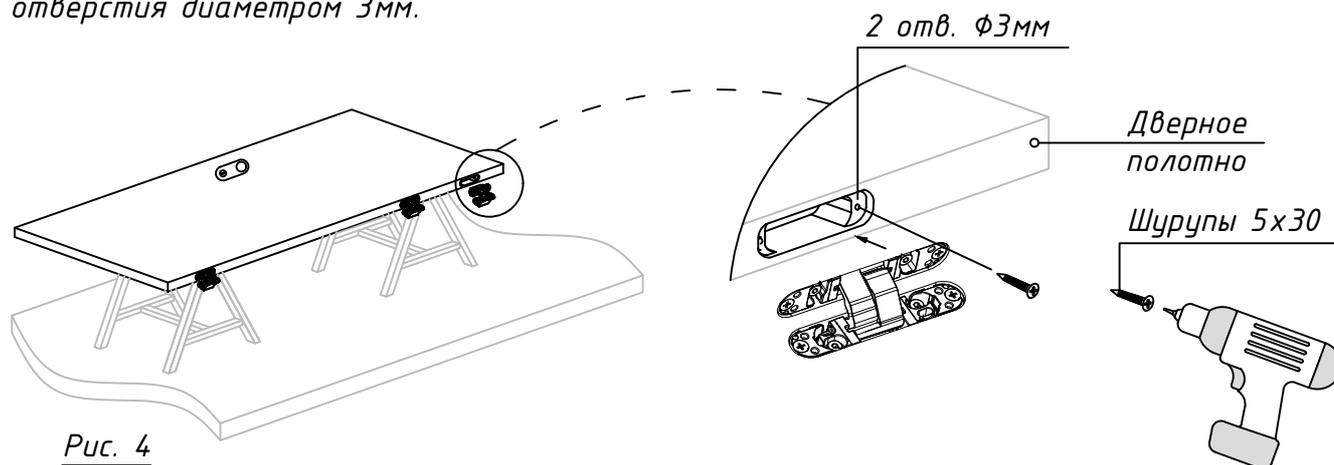

Рис. 4
3.1. Установите петли в соответствующие пазы дверного полотна, согласно маркировке, и зафиксируйте их шурупами 5x30 (см. рис. 4), предварительно просверлив отверстия диаметром 3мм.